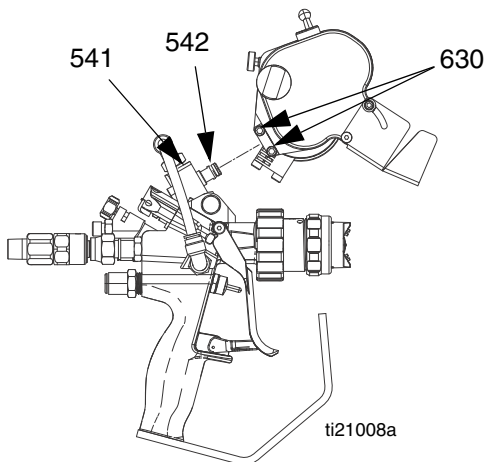

FIG 6
- a. Si cela est nécessaire, utilisez une clé à molette pour régler le pivot (541) de sorte qu'il soit parallèle à la partie avant du pistolet et que l'extrémité ouverte soit orientée vers l'avant du pistolet. Voir FIG 6.
- b. Retirez les vis (630). Voir FIG 6.
REMARQUE : assurez-vous que le joint torique (542) est correctement engagé dans le système de découpe. Assurez-vous également qu'il n'y a pas de fuite excessive d'air car cela réduirait grandement les performances du moteur pneumatique. Voir FIG 6.
- d. Serrez les vis (630) pour verrouiller le système de découpe en place.